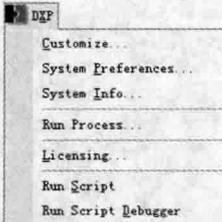

图 1-13 “DXP”菜单
1) “DXP”菜单：单击主菜单的  DXP 按钮，弹出如图 1-13 所示的子菜单，在该菜单选项中可以定义 Protel DXP 2004 界面内容，还可以查看当前系统的信息。该菜单提供的功能大部分是为高级用户所设定的，对于 Protel DXP 2004 的初级用户，建议保持默认设置。